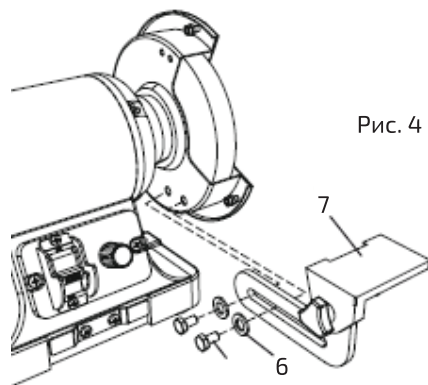

Рис. 4
2. Установить опору под инструмент в сборе на станок (рис. 4).
3. Установить 2 шайбы (6) и стопорные болты (7) и затянуть их при помощи 13-миллиметрового гаечного ключа с открытым зевом (рис. 4).